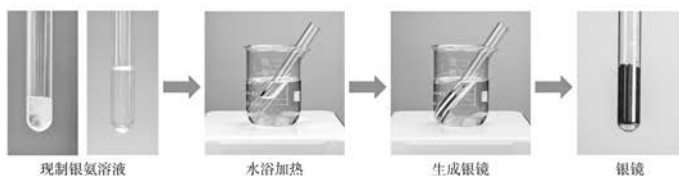

图 3.11 乙醛的银镜反应
1. 在一支洁净的试管中,加入 1 mL 2% 的 AgNO_3 溶液,边振荡边滴加 2% 的氨水,直至最初产生的沉淀恰好消失,便得到银氨溶液^①。接着加入约 10 滴乙醛溶液,振荡后,水浴加热一段时间(图 3.11)。观察并记录实验现象。